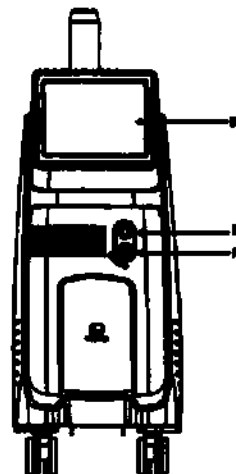

Рисунок 7 – Основной блок. Вид спереди, где:
- ЖК-дисплей сенсорный для настройки и отображения разных функций (рисунок 7, поз. D);
- кнопка аварийной остановки для остановки системы в чрезвычайной ситуации (рисунок 7, поз. E);
- выключатель с ключом (ключ блокировки) для включения и выключения питания устройства (рисунок 7, поз. F);